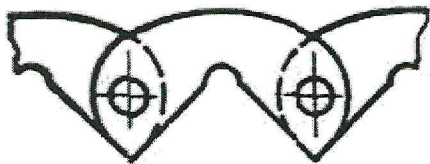

Рис. 11.
**60. Как называется цепь, представленная на рис. 11?**